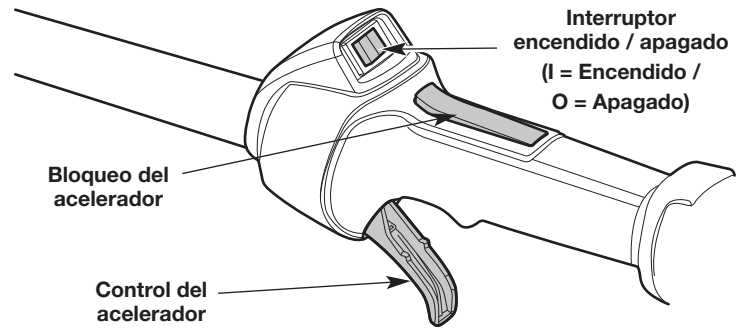

Fig. 7
NOTA: No hay necesidad de encender la unidad. El interruptor de Encendido/Apagado debe estar en la posición **Encendido (I)** en todo momento (Fig. 7).
NOTA: **NO** apriete el control del acelerador hasta el paso 8 (Fig. 7).
8. Oprima y mantenga apretado el bloqueo del acelerador (Fig. 7). Apriete el control del acelerador según sea necesario para el funcionamiento (Fig. 7).
2. Oprima y no suelte el interruptor de control de Encendido y Apagado en la posición **Apagado (O)** hasta que el motor se detenga por completo (Fig. 7).
NOTA: No hay necesidad de encender la unidad. El interruptor de Encendido/Apagado debe estar en la posición ENCENDIDO (I) en todo momento (Fig. 7).
NOTA: NO apriete el control del acelerador hasta el paso 10 (Fig. 7).
10. Oprima y mantenga apretado el bloqueo del acelerador (Fig. 7). Apriete el control del acelerador según sea necesario para el funcionamiento (Fig. 7).
2. Oprima y no suelte el interruptor de control de Encendido y Apagado en la posición APAGADO (O) hasta que el motor se detenga por completo (Fig. 7).